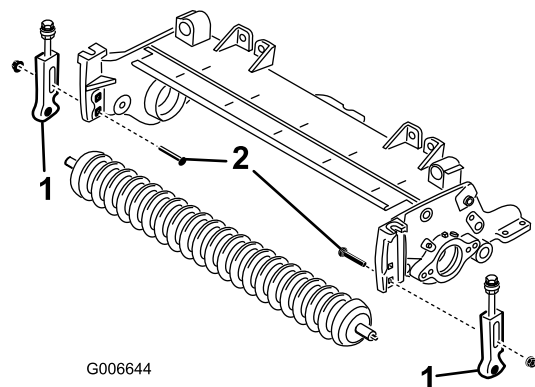

Рисунок 19
12. Выверните каретные болты и гайки, крепящие кронштейны высоты скашивания к боковым пластинам режущего блока (Рисунок 19).
13. Ослабьте колпачковые винты и контргайки, которые крепят кронштейны высоты скашивания к валу переднего катка (Рисунок 19).
14. Снимите кронштейны высоты скашивания и передний каток с боковых пластин режущего блока (Рисунок 19).